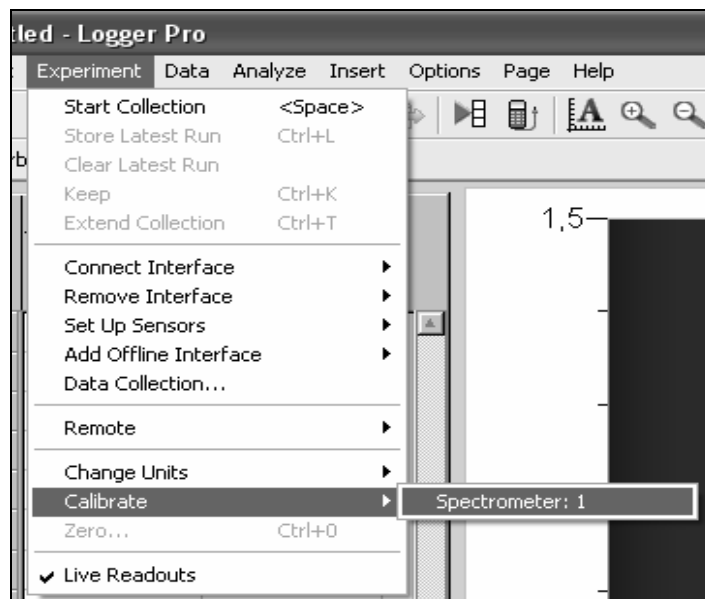

Figura 4.ESP. Imagen mostrando dónde se calibra el Espectrómetro.
4. Para calibrar el espectrómetro elegir calibrar (“*Calibrate*”)- Espectrómetro (“*Spectrometer*”) del menú de experimentos. (Figura 4.ESP).